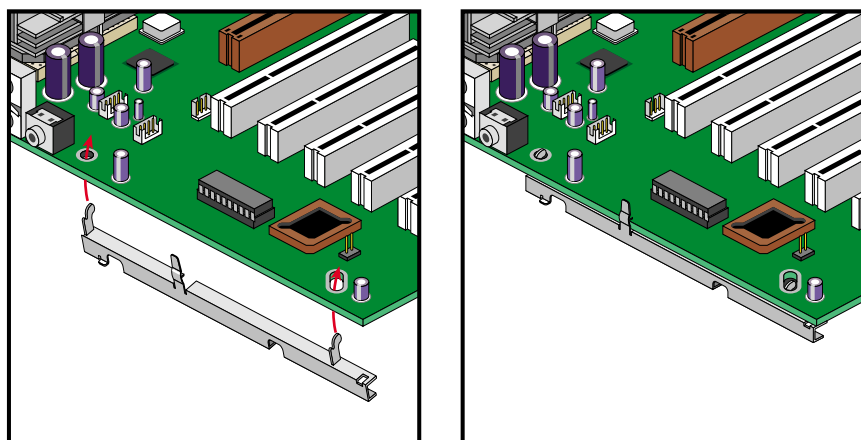

Figura 2-23 Colocación a presión del soporte de sujeción en la tarjeta del sistema
1. Para montar el soporte de sujeción en la tarjeta del sistema, coloque los ganchos en los orificios de la tarjeta y encaje la presilla de sujeción en la tarjeta. En la Figura 2-23 se muestra este procedimiento.